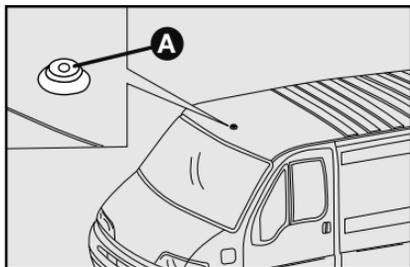

fig. 91
- 1) quite el tapón de plástico **A**-fig. 91 en el techo del vehículo